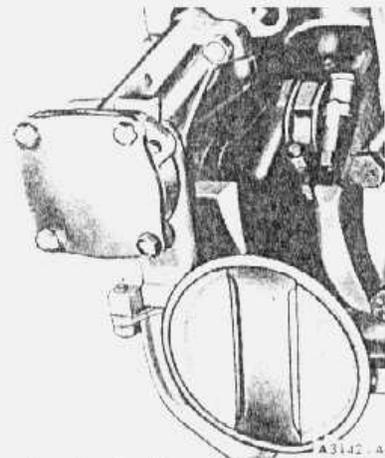

fig. 27 — bomba de óleo, tubo de sucção e tela, instalados
4. Limpar e instalar o conjunto do tubo de sucção e tela (fig. 27).